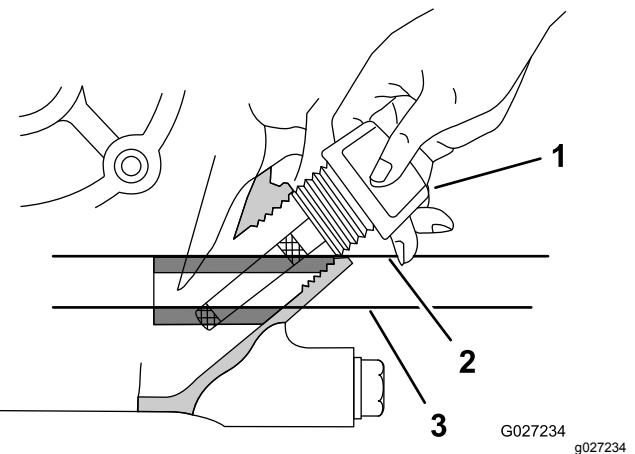

Figura 13
5. Inserite l'asta di livello dal motore, come illustrato nella Figura 13.
6. Togliete l'asta di livello dal collo del bocchettone e osservate il livello dell'olio sull'asta (Figura 13).
Nota: Il livello dell'olio motore deve coprire l'area tra i punti indicati con tacche sull'asta (Figura 13).
8. Serrate manualmente l'asta di livello nel collo del bocchettone (Figura 13).
4. Togliete l'asta di livello dal motore e pulitela con un panno pulito (Figura 13).